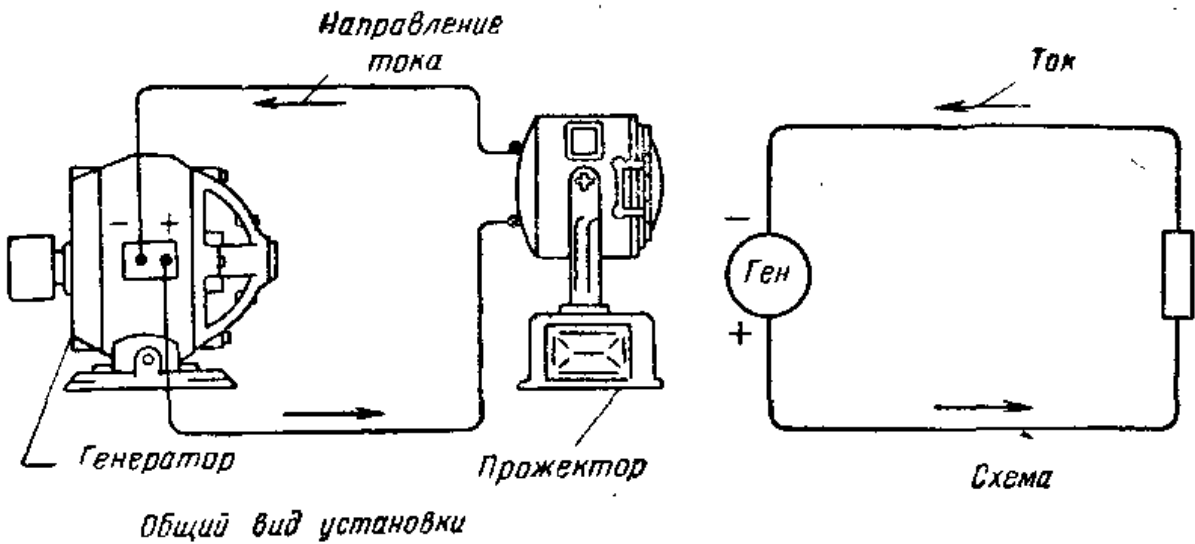

Рис. IV.52. Генератор питает ток прожектор, представляющий собой нагрузку для генератора, т. е. ведет себя как сопротивление.
**Устройства и приборы**, подключенные к источнику напряжения, на схемах часто обозначаются условными знаками. На рис. IV. 52 вверху показан генератор, подключенный к прожектору. В схеме рис. IV. 52 внизу использованы условные обозначения генератора и прожектора. Здесь прожектор уже представлен в виде сопротивления.